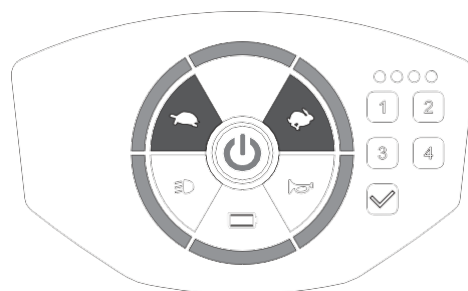

Figura 9
- Prima o switch de alimentação para colocar a scooter no modo de espera de alimentação (luz vermelha acesa) e, em seguida, prima sem soltar os botões de aceleração [🐇] /desaceleração [🐢] durante 2 segundos. A luz do painel estará totalmente acesa quando a scooter estiver pronta para a definição de retroiluminação. (Figura 9)